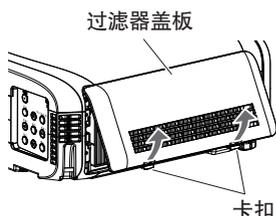

图 1
- 2) 移除过滤器盖板。(图 1)
2) 移除过滤器盖板。(图1)